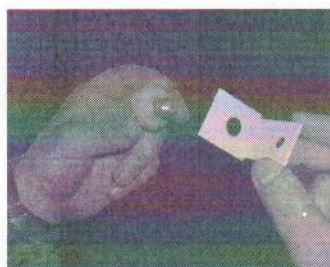

РИС.4
- на винт поочередно смонтируйте подпятник, гайку и шайбу (см. рис.4);